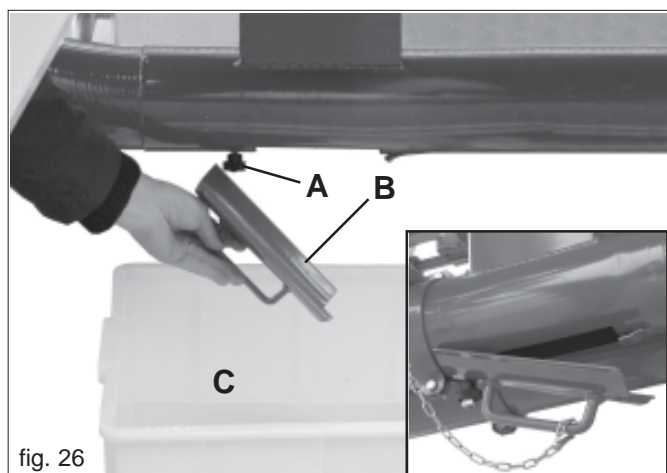

fig. 26
- Desserrer les poignées (A, Fig. 26) et enlever les rideaux (B).
- Placer les bacs de collecte des graines en dessous des dispositifs de déchargement (C Fig. 26).